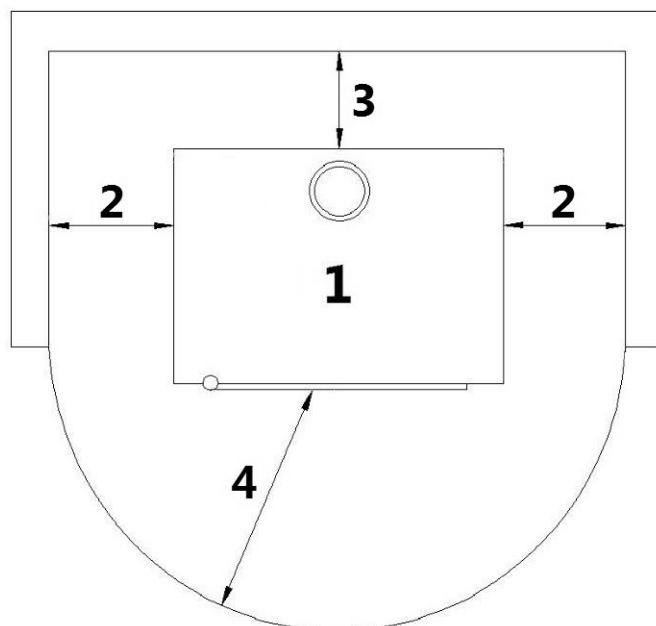

Fig. 19 - Algemene installatie
LEGENDE	Fig. 19
- Het is verplicht de kachel los van eventuele muren en/of meubels te installeren, met een minimale luchtdoorgang van 300 mm rondom de zijkanten en van 200 mm aan de achterkant, om een doeltreffende koeling van het apparaat mogelijk te maken, alsmede een goede verspreiding van de warmte in het vertrek (zie **Fig. 19**).
- Als de wanden van ontvlambaar materiaal zijn, controleer dan de veiligheidsafstanden (zie **Fig. 19**).